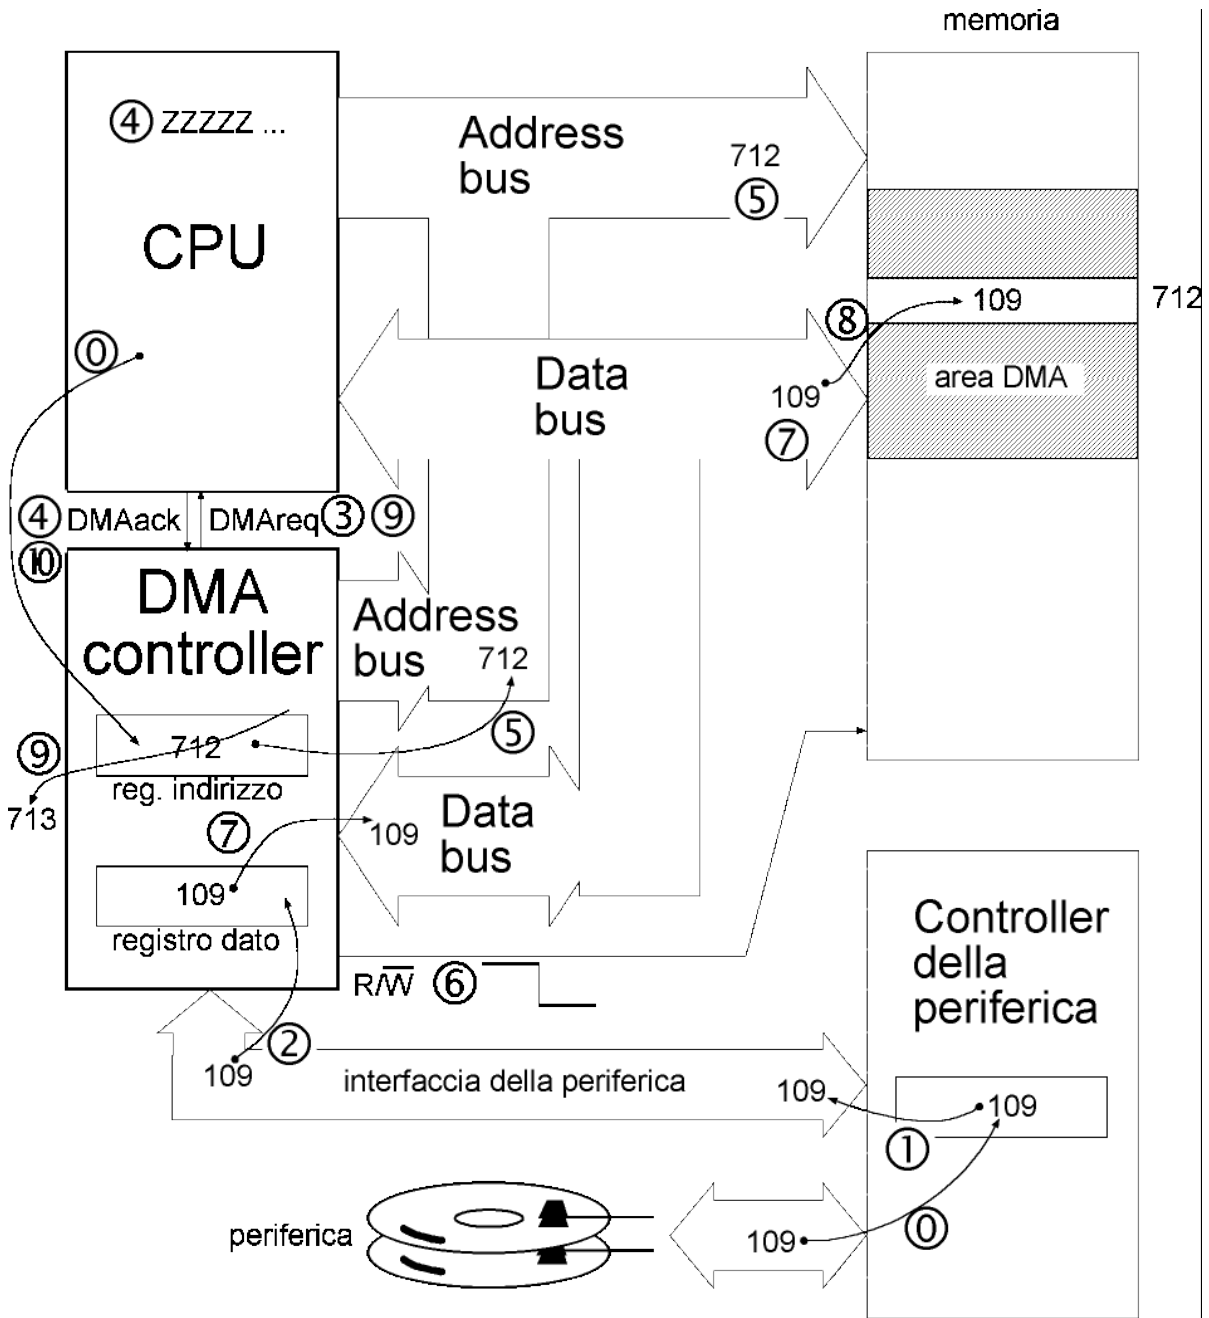

Figura 12: sequenza di DMA
Dunque abbiamo visto che in un computer con DMA ci sono due unità che possono controllare l'address bus: la CPU ed in DMA controller. Perché tutto funzioni è necessario che una sola di queste unità sia attiva in un determinato istante, cioè che la CPU "sparisca" dall'address bus nel momento in cui il DMA controller ne prede il controllo, e viceversa. Nella Figura 12 è illustrata una semplice sequenza di scrittura DMA.
(0) In normali condizioni operative il DMA controller non entra in gioco ed è "distaccato" dall'address bus (in alta impedenza). Prima dell'inizio di una sequenza di DMA la CPU scrive in un registro del DMA controller l'indirizzo di memoria nel quale deve avvenire la scrittura (712 in Figura 12). Questo registro è stato indicato come "registro indirizzo" nella Figura 12.
(1) La periferica ha un dato pronto, che deve essere acquisito nella memoria del computer. Il dato è letto dalla periferica (es. hard disk) ed è presente in un registro del suo controller.
(2) DMA controller: acquisisce dal controller della periferica il valore da trasferire in memoria, attraverso un'apposita interfaccia che qui non specifichiamo ulteriormente.
(3) DMA controller: richiede alla CPU un accesso diretto alla memoria alzando la linea DMAreq (DMA request. Richiesta di DMA)
(4) CPU: accorda al DMA controller l'accesso in DMA, alzando la linea DMAack (DMA acknowledge, autorizzazione al DMA). In questo momento la CPU mette entrambi i suoi bus in stato di alta impedenza, poi si "addormenta", metten-
(5) DMA controller: prende il controllo dell'address bus e vi scrive il valore dell'indirizzo contenuto nel suo registro d'indirizzo (712 in Figura 12). Ora avviene una normale scrittura in memoria, con la differenza che è controllata dal DMA controller e non dalla CPU.
(6) DMA controller: abbassa la linea R/W per indicare che l'operazione è una scrittura
(7) DMA controller: scrive sul data bus il valore da copiare in memoria (109 in Figura 12)
(8) Memoria: memorizza all'indirizzo indicato il contenuto del data bus
(9) DMA controller: abbassa la linea DMAreq e si pone in alta impedenza sui bus. E' possibile, ma non obbligatorio, che il DMA controller aggiorni il valore del suo registro indirizzo, per essere pronto a scrivere alla locazione successiva alla prossima sequenza di DMA (in Figura 12, 712 diviene 713).
(10) CPU: riprende il controllo dei bus, abbassa la linea DMAack, esce dallo stato di idle, ricominciando ad eseguire le istruzioni del suo programma.